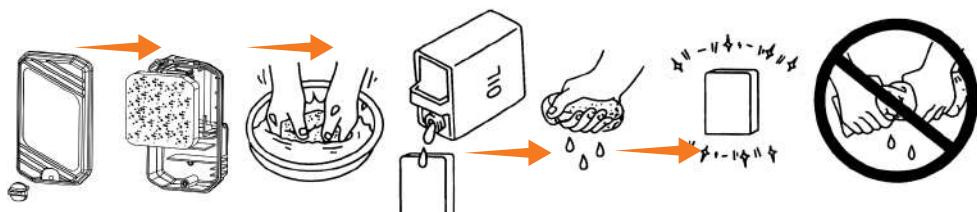

Рис. 20
- Извлеките фильтрующий элемент и промойте его в растворе теплой мыльной воды, хорошо отожмите и просушите (отжимая лишнюю влагу не скручивайте фильтрующий элемент, возможно его повреждение). Смочите фильтрующий элемент моторным маслом и отожмите его. Фильтрующий элемент должен быть только слегка пропитан маслом) (Рис. 20).